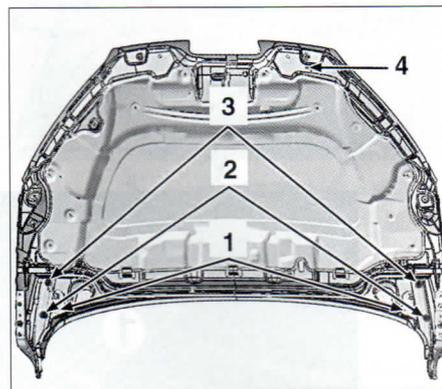

FIG. 4
Desmontar los tornillos de fijación de las tapas (1) (fig. 4).